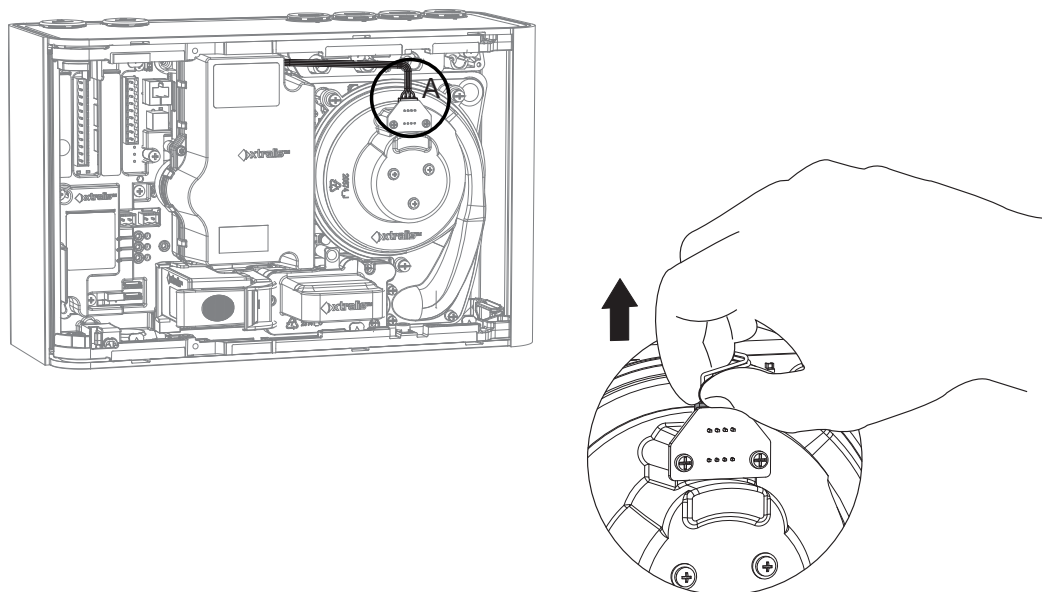

Рис. 7-10: Отключите кабель aspirатора
3. Отключите кабель aspirатора (A) (Рис. 7-10).